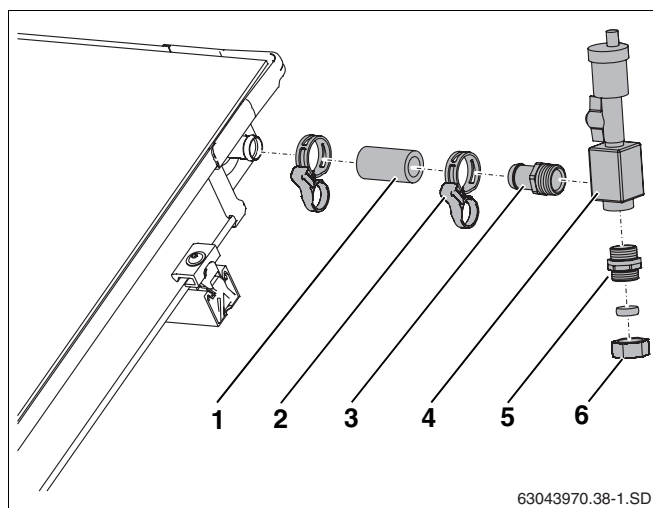

Fig. 60 Collegamento del disaeratore sopra tetto
- Spingere il tubo di gomma corto per solare (55 mm, fig. 60, **pos. 1**) sull'attacco di mandata del campo di collettori e fissare in posizione con la fascetta elastica.
- Avvitare la boccola R $\frac{3}{4}$ per tubo flessibile con il relativo o-ring (fig. 60, **pos. 3**) nel vaso di sfogo (fig. 60, **pos. 4**).
- Infilare la boccola per tubo flessibile (fig. 60, **pos. 3**) dentro il tubo di gomma per solare fino all'arresto, e fissare in posizione con delle fascette elastiche (fig. 60, **pos. 2**).
- Avvitare il doppio nipplo con o-ring nel vaso di sfogo (fig. 60, **pos. 5**).
- Collegare la tubazione di adduzione al sistema di serraggio con anello (18 mm) (fig. 60, **pos. 6**).